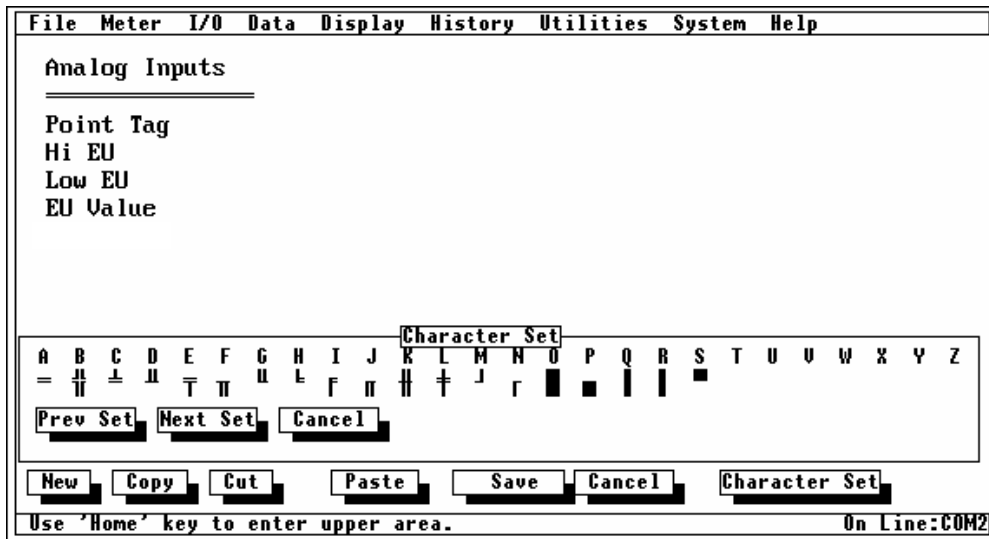

Figure 6-12. Exemplo 3 de Novo Display
12. Pressione **Next Set** três vezes para exibir o 4º Grupo de Caracteres como mostra a Figure 6-12.
14. Mude para o Grupo apropriado de Caracteres e adicione o restante do texto para a tela mostrada na Figure 6-12.
O exemplo seguinte é da adição de dados ativos a um display para um ROC ou um FloBoss conforme mostrado na Figure 6-12.